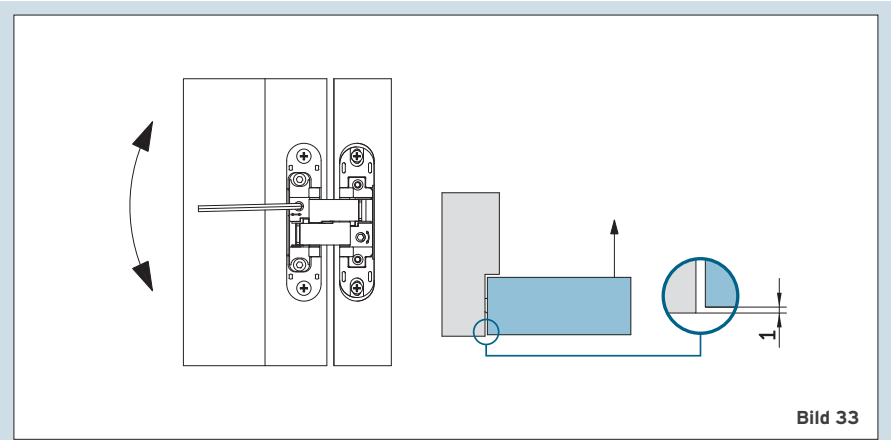
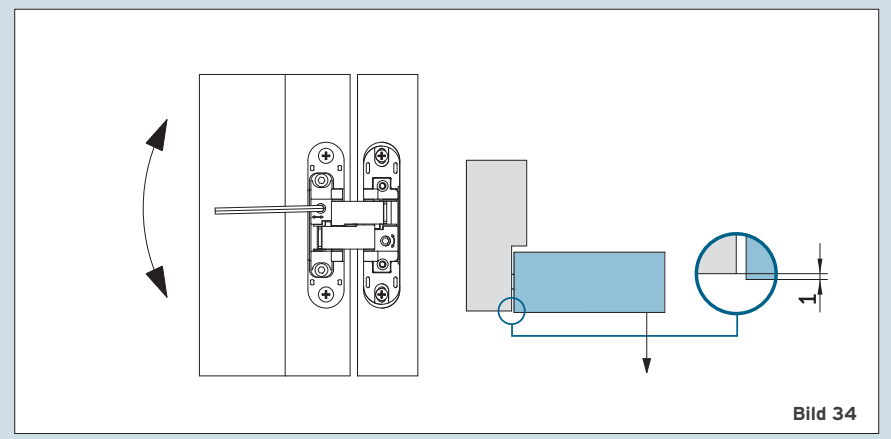

Bild 33
Bild 34
5. Mit der Schraube „E“ die Tiefe des Türblattes (Dichtungsdruck) einstellen: Verstellen des Exzenters im Uhrzeigersinn: Verstellbereich des Türblattes bis - 1 mm (Bild 33). Verstellen des Exzenters gegen den Uhrzeigersinn: Verstellbereich des Türblattes bis + 1 mm (Bild 34).